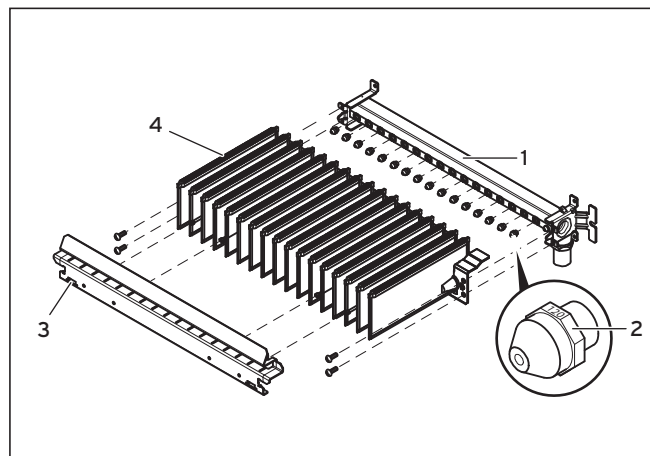

Fig. 6.3 Denominazione degli ugelli
- Controllare che siano stati applicati gli ugelli giusti, vedere Fig. 6.3 Denominazione degli ugelli. A questo scopo confrontare la denominazione degli ugelli montati con quella riportata nella tabella al paragrafo 10 Dati tecnici. Per fare questo può essere necessario smontare il bruciatore, vedere paragrafo 7.5 Pulizia del bruciatore.